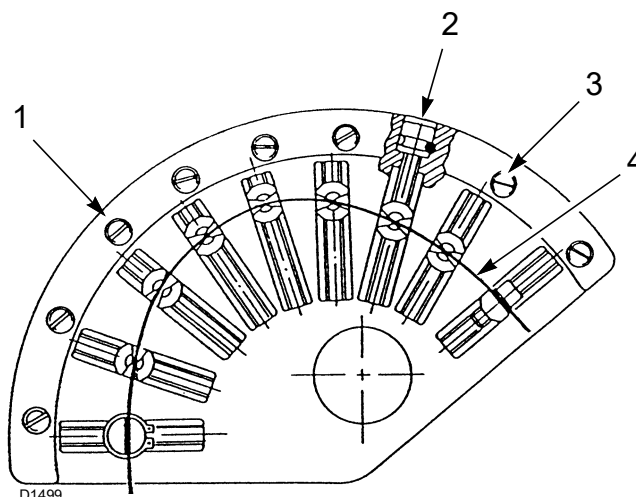

Fig. 29
- Regular el caudal de aire mediante la regulación de la leva de perfil variable utilizando los tornillos 2)(Fig. 29) (leva 1 Fig. 31 en la pág. 32).
- Una vez que se logró una regulación óptima, recordar bloquear los tornillos de regulación de los perfiles de las levas mediante los tornillos 3)(Fig. 29).
Para una mejor repetibilidad de regulación, tome la precaución de parar la rotación del grupo levas cuando el cojinete superior que se desliza por el perfil 4)(Fig. 29) se encuentre alineado con uno de los tornillos de regulación 2)(Fig. 29).
Enroscar o desenroscar el tornillo 2)(Fig. 29) elegido para aumentar o disminuir el caudal de aire para adecuarlo al correspondiente caudal de gasóleo.
Realizar las regulaciones de las potencias (máxima, mínima e intermedias), es importante bloquear todos los tornillos de regulación del aire 2)(Fig. 29) mediante los tornillos de bloqueo 3)(Fig. 29) para evitar posibles desplazamientos de las posiciones de regulación aire - gasóleo.
### Leyenda (Fig. 29)
Por ejemplo: calibrar la potencia mínima a 800 kW, controlar las emisiones y, si es necesario, aumentar o disminuir la apertura del registro de aire (“Procedimiento para la regulación (gas)” en la pág. 32). Regular nuevamente la potencia a 800 kW interviniendo en los tornillos 2) de la leva mecánica (Fig. 29 en la pág. 30) y controlar las emisiones.